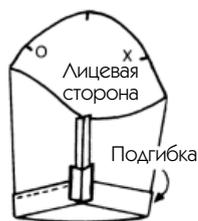

Рис. 361
2. Подогните обтачку (линия 1 на рис. 360), приутюжьте этот подгиб и пришейте внутренний край подгиба либо вручную, либо на машине (см. пример на рис. 361).
4. Закройте нижний шов рукава в последнюю очередь, затем разутюжьте его (рис. 361). При необходимости пришейте низ припуска вручную к подгибке.